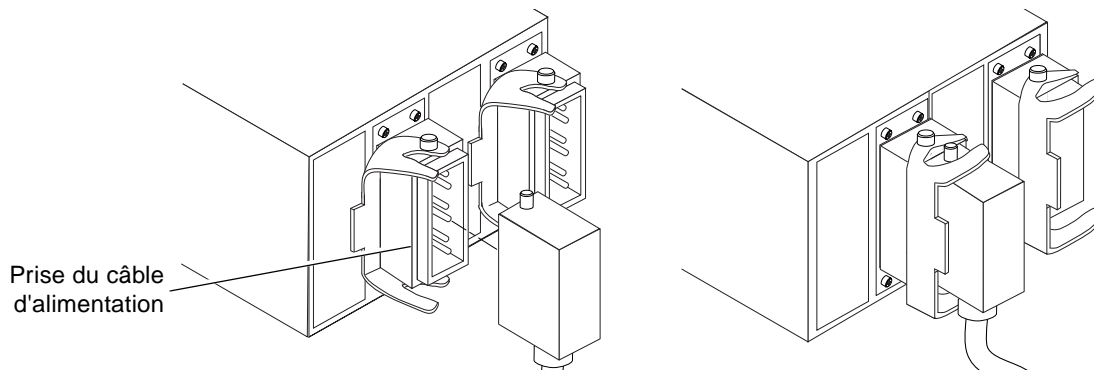

FIGURE 2-10 Connexion des câbles d'alimentation à l'unité RTS
7. Reliez le câble d'alimentation à l'unité RTS et bloquez le connecteur avec le dispositif de verrouillage (FIGURE 2-10).